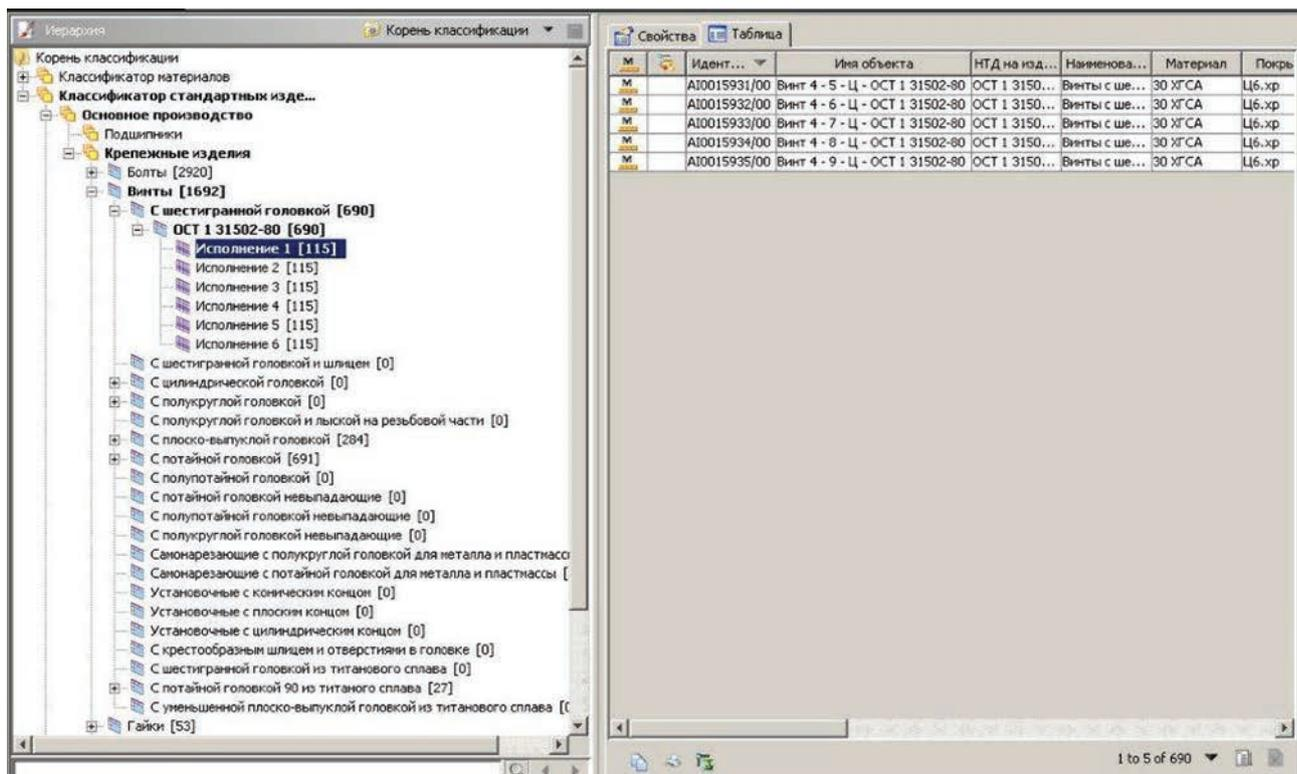

Рисунок 16.5
- также все удовлетворяющие результатам поиска экземпляры можно отобразить в табличном виде, перейдя на вкладку **Таблица** (рис. 16.5);